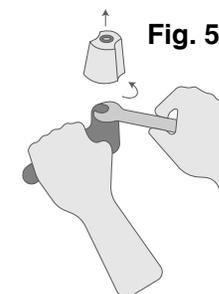

Fig. 5
- Desenrosque la tuerca del eje o vástago con una llave francesa y sujete con la otra mano el brazo de la grifería (Fig. 5).